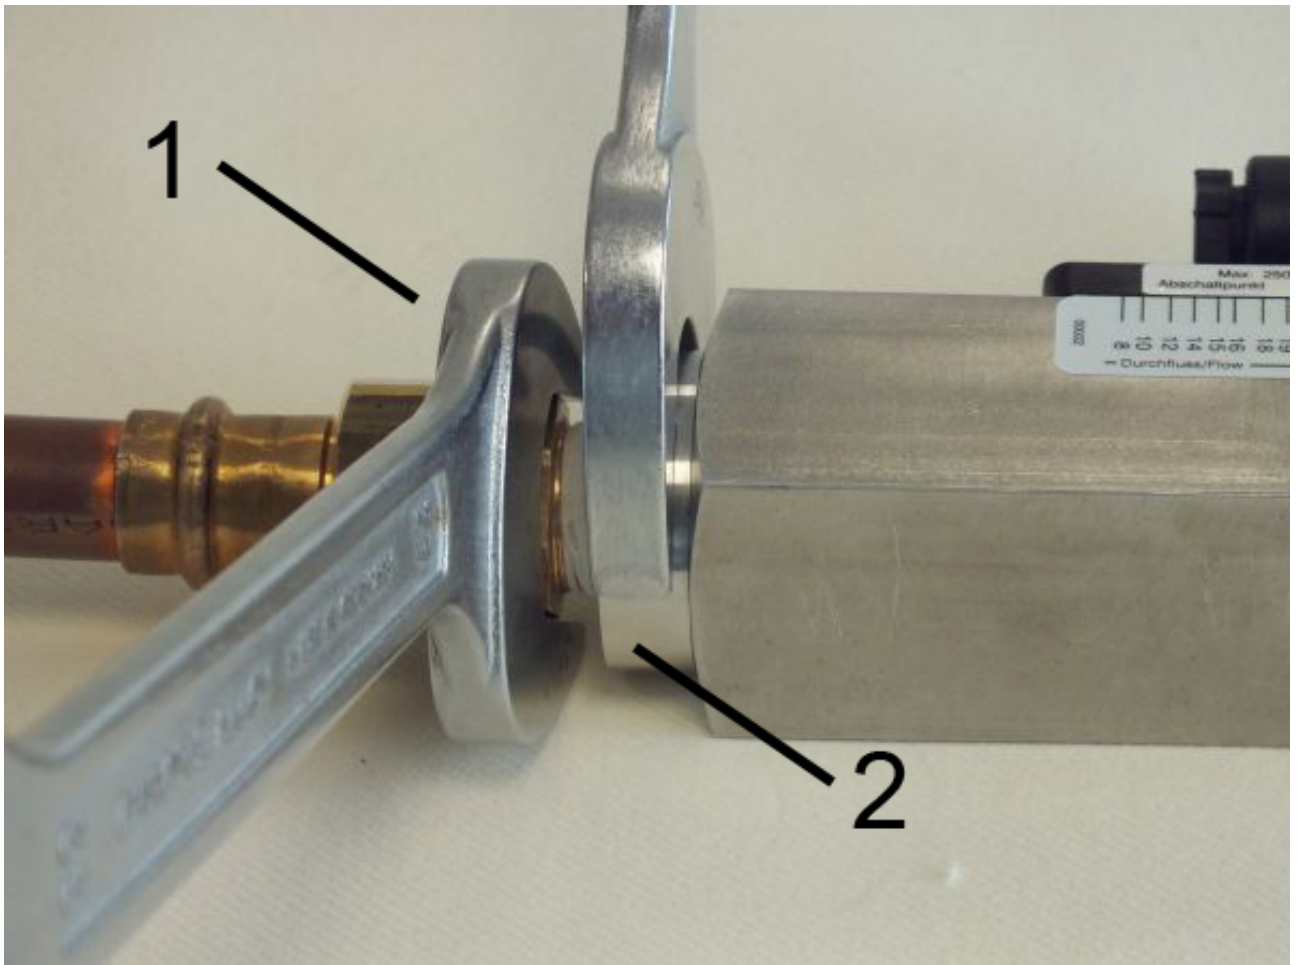

Abb. 13: Gerät einschrauben
3. ➤ Übergangsverschraubung (Abb. 13/1) unter Gegenhalten der Verschraubung (Abb. 13/2) des Gerätes weiter eindrehen, bis die Verbindung dicht ist